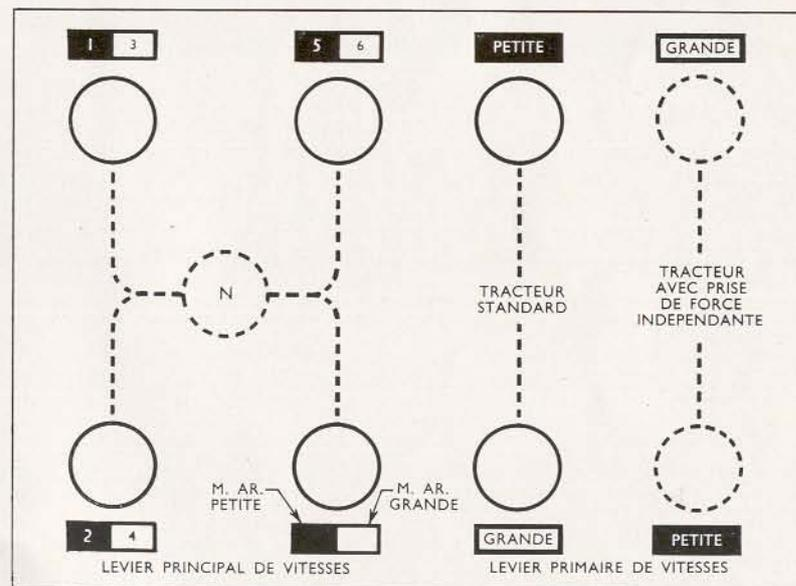

Fig. 7. Positions des Leviers des Vitesses
2. Choisir le rapport désiré en déplaçant les leviers primaire et principal selon les positions indiquées sur la Figure 7.